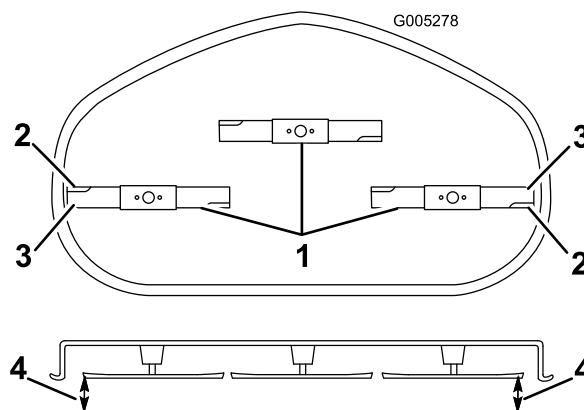

Figura 43
5. Fate ruotare con cautela la lama (o lame) da un lato all'altro (Figura 43). Se entrambe le misure non rientrano nella tolleranza di 5 mm è necessario regolare; proseguite l'operazione.
6. Misurate la distanza tra i taglienti esterni e la superficie piatta (Figura 43). Se entrambe le misure non rientrano nella tolleranza di 5 mm è necessario regolare; proseguite l'operazione.